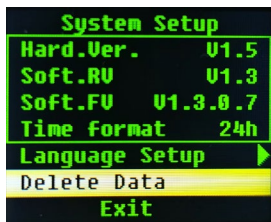

Figura 5.3 Menú del sistema
- 1) El menú del sistema se muestra en la Figura 5.3: